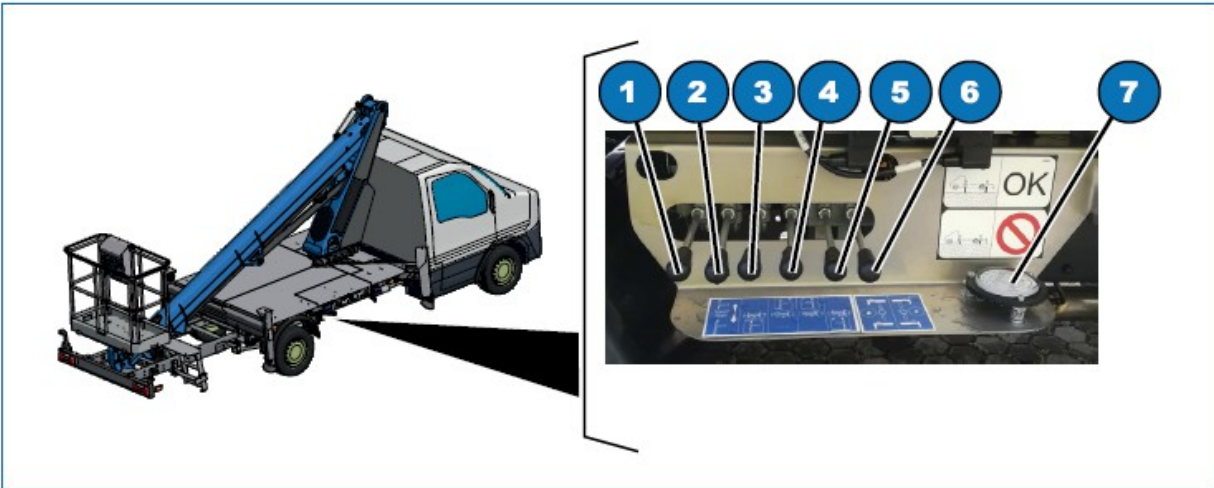

Fig. 6.3
- 6) Extindeți consolele stabilizatoarelor din față acționând pe rând manetele (Fig. 6.3, 5 & 6). Mișcați manetele în jos pentru a extinde consolele și în sus pentru a retrage consolele.
- 7) Coborâți stabilizatoarele operând manetele pe rând (Fig. 6.3, 1, 2, 3 & 4). Mișcați manetele în jos pentru a extinde stabilizatoarele și în sus pentru a le retrage. Extindeți complet stabilizatoarele pentru a ridica vehiculul și a lua greutatea de pe suspensii.
- 8) Verificați nivelul (Fig. 6.3, 7) aflată lângă manetele de comandă pentru stabilizatoare și îndreptați vehiculul în plan folosind manetele de comandă pentru stabilizatoare. Utilajul este perfect plan atunci când bula din nivelă se află în centru (0°).
Când se aprinde lumina indicatoare „STAB OK”, aceasta nu înseamnă că vehiculul a fost stabilizat corespunzător. Acest lucru este indicat doar de nivelă (Fig. 6.3, 7).